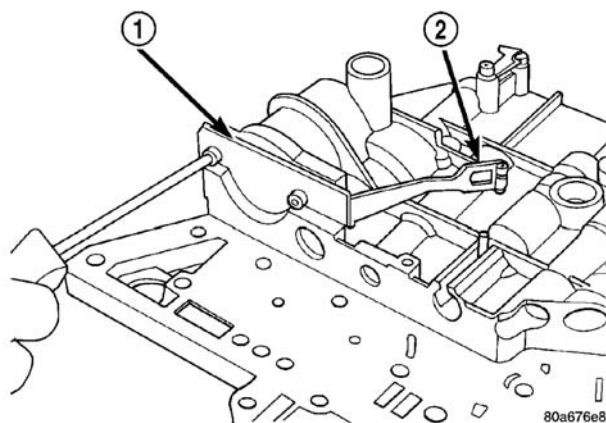

图 380 2/4 档储能器固定板
(13) 将 2/4 档储能器固定板拧紧至 5N·m (45in.lbs.)（图 380）。